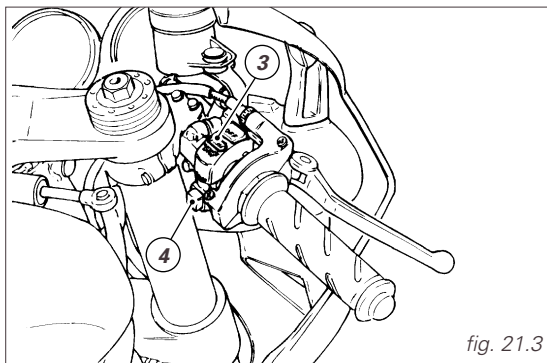

fig. 21.3
3) Controlar que el interruptor de parada (3, fig. 21.3) se encuentre en la posición **O (RUN)**, presionar el pulsante de encendido (4).